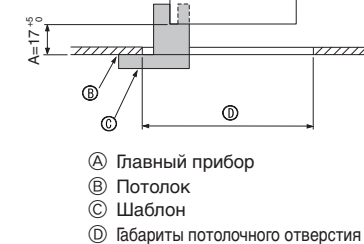

Fig. 3-7
- Убедитесь в том, что операция A выполняется в пределах 17-22 мм. Несоблюдение данного предела может в результате привести к повреждениям. (Fig. 3-7)